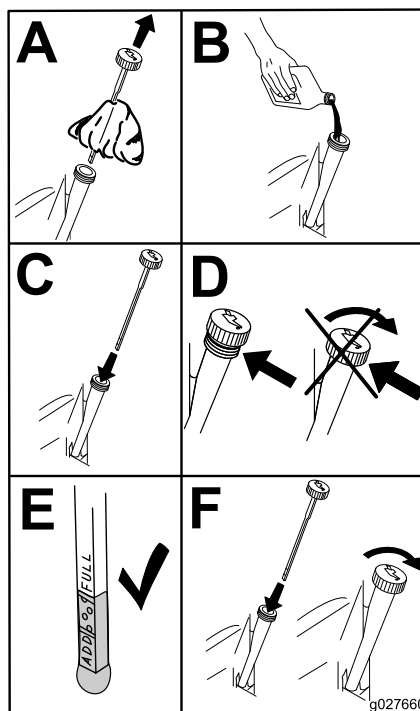

Figure 42
5. Versez lentement environ 80 % de l'huile spécifiée dans le tube de remplissage, puis faites l'appoint lentement jusqu'à ce que le niveau atteigne le repère maximum (**Full**) (Figure 42).